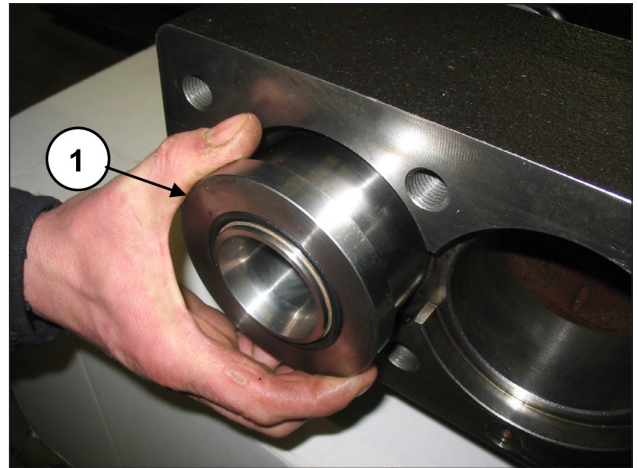

Abb. 142
Schieben Sie die Kolbenführung durch Drehen der Welle so weit vor, dass der mitgetriebene Dorn den Dichtungshalter und die gesamte Kolbenbaugruppe herausdrückt (Pos. ①, Abb. 142).